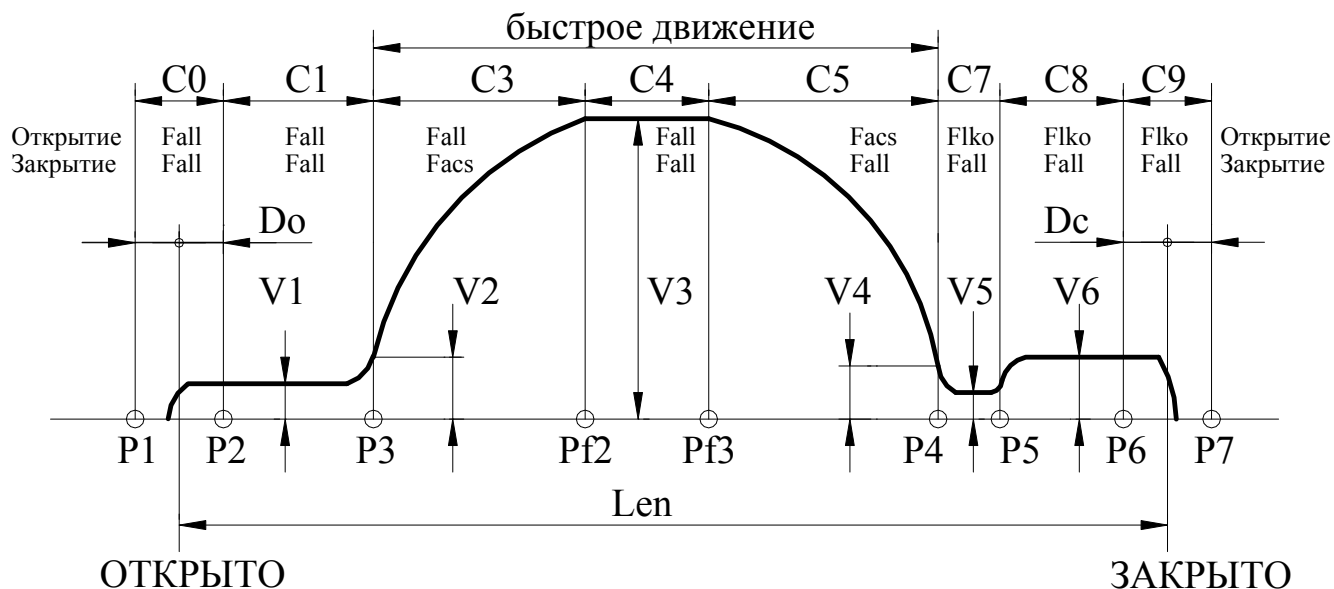

Рис.5. Траектория движения.
3.8.8.4. *Устройство* обрабатывает траекторию движения, показанную на **рис.5**, слева направо.
3.8.8.8. При **полном закрытии**, когда *Устройство* определило наличие упора в зоне С9 (см. **рис.5**), включается ВКЗ. После этого *Устройство* переходит в режим одностороннего удержания.
- **E0L** – переезд зоны полного открытия (**C0, рис.5**) или полного закрытия (**C9, рис.5**). *Синхронизация* в этом случае выключается. Ошибка сбрасывается при смене кода направления вращения, но затем необходимо провести *синхронизацию* заново. При повторном неоднократном возникновении данной ошибки нужно провести **измерение проема**, если затем эта ошибка все равно будет возникать, необходимо проверить механику привода.
- **C_err=TP.61** – участок движения (**рис.5**), на котором произошла ошибка при наличии синхронизации, **C_err=11** при отсутствии синхронизации.
3.9.1. Рис.5, на котором показана траектория движения, отслеживаемая Устройством, поясняет назначение многих параметров, рассмотренных ниже. На рис.5 отображено также распределение сил на участках траектории отдельно при открытии и при закрытии (при переходе в режим удержания устанавливается соответствующая сила удержания).
- Если $Var_sl=1$, то точка препятствия запоминается и происходит замедление скорости движения при подходе к точке препятствия до $Vbar$. При отсутствии препятствия в том же месте, дальнейшее движение происходит по кривой, указанной на **рис.5**.
- 3.9.7.14. **ТР.2D** – C_vko (мм) – дополнительное смещение точки **P2** (**рис.5**) для расширения диапазона удержания сигнала ВКО.
- 3.9.7.15. **ТР.2E** – C_vkz (мм) – дополнительное смещение точки **P6** (**рис.5**) для расширения диапазона удержания сигнала ВКЗ.